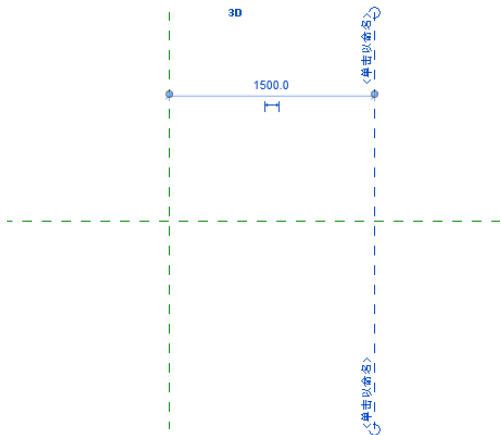

图 10-75 更改参照平面
3) 双击尺寸值, 更改两个参照平面的距离为“1500.0”, 选择水平参照平面, 单击“禁止改变图元”按钮, 将其更改为“允许改变图元”按钮, 拖曳参照平面上的控制点, 调整其长度, 如图 10-75 所示。